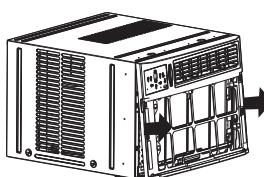

FIG. 3
4. Empuje el lado metálico del gabinete y tire del marco de plástico para liberar las lengüetas de plástico a cada lado del panel frontal. (Ver Fig. 3.)